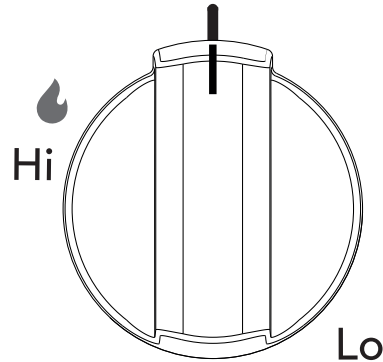

Figure 7: Perilla de control superior
2. Oprima la perilla de control superior del quemador hacia adentro y gírela a la izquierda para sacarla de la posición 'OFF' (Apagado) (Figure 7).